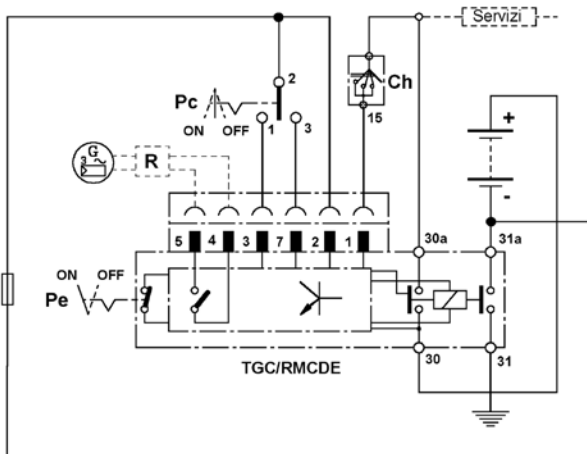

Figura 1 - Collegamento normale
| Figura 1 - Collegamento normale | 14 |
- Per il collegamento dello TGC/RMCDE utilizzare lo schema di **Figura 1** ed il cablaggio a corredo (quando previsto dalla fornitura).
- Il cablaggio, se previsto nella fornitura, va collegato seguendo la **Tabella 1** sotto riportata, in conformità allo schema di **Figura 1**.
La seguente tabella è riferita ad inconvenienti riscontrabili con un collegamento come in **Figura 1**.
Lo schema di collegamento di **Figura 1** può non soddisfare alcune tipologie di impianto di particolari veicoli o allestimenti degli stessi richiesti dal conduttore del veicolo stesso.